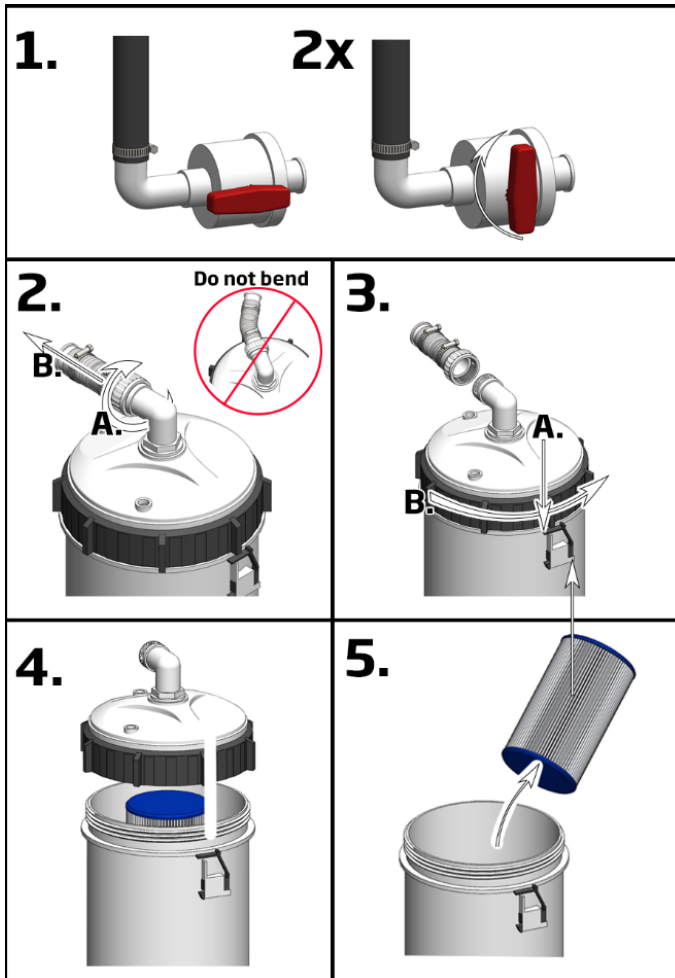

Bild 8 - Patrone entfernen
2. Ventile schließen (2 St.), (1. / Bild 8)
5. Öffnen und lösen Sie die Klemme des Rücklaufschlauchs (2 -3 / Bild 8)
6. Öffnen Sie die Sicherungsring (entgegengesetzt zum Uhrzeigersinn), (3. /Bild 8)
7. Öffnen Sie die oft straff gespannte Abdeckung (4. / Bild 8)
8. Entfernen Sie die Filterpatrone und reinigen Sie bei Bedarf das Gehäuse (5. / Bild 8)